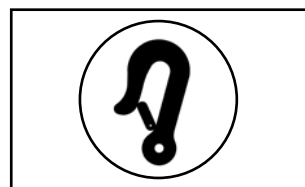

Abbildung 1
- Die Positionen der vier Befestigungspunkte am NEOX sind durch einen Hakensymbolaufkleber gekennzeichnet (siehe Abbildung 1).